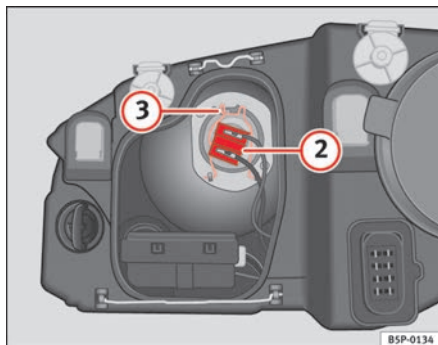

Abb. 165 Abblendlicht
- Ziehen Sie den Stecker ⇒ Abb. 165 ② von der Lampe ab.
- Die Haltefeder ⇒ Abb. 165 ③ durch Eindrücken und Rechtsdrehung abnehmen.